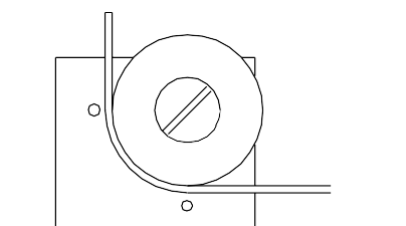

Рис. 3
5. Затем вокруг шкива D (рис. 3).